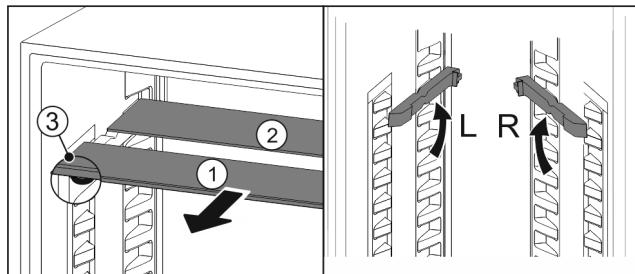

Fig. 107
- Издърпайте Fig. 107 (1) поотделно стъклените площи напред.
- ▷ Стъклената плоча Fig. 107 (1) с декоративната лайстна е отпред.
- ▷ Ограничителите Fig. 107 (3) сочат надолу.